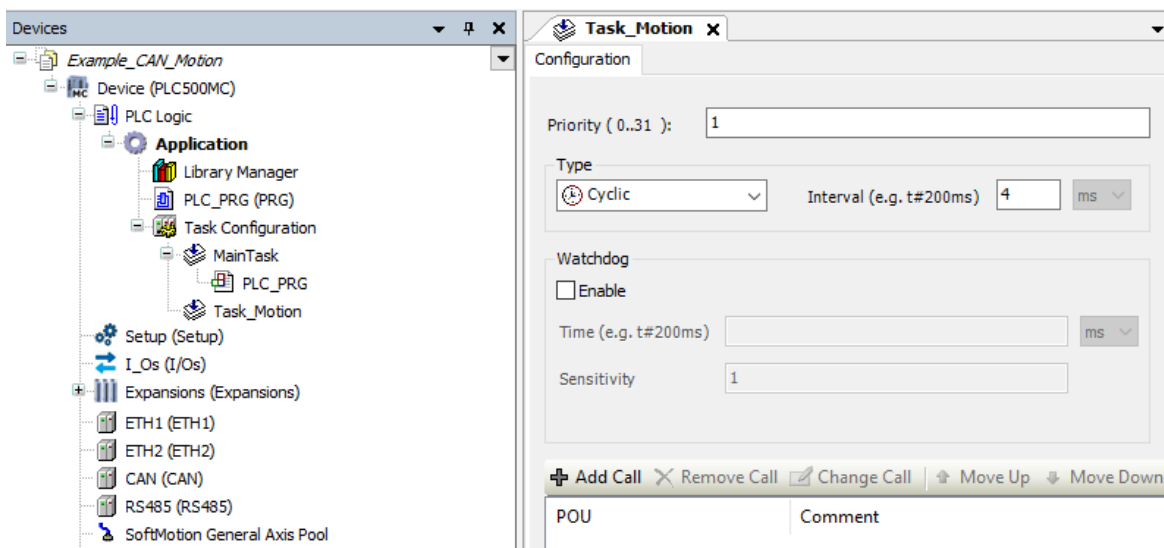

Figura 6.1: Configurações de prioridade.
- Adicione uma nova tarefa responsável pelo controle de movimento (**Motion\_Task**) nesta aplicação. Aplique as configurações da Figura 6.1.